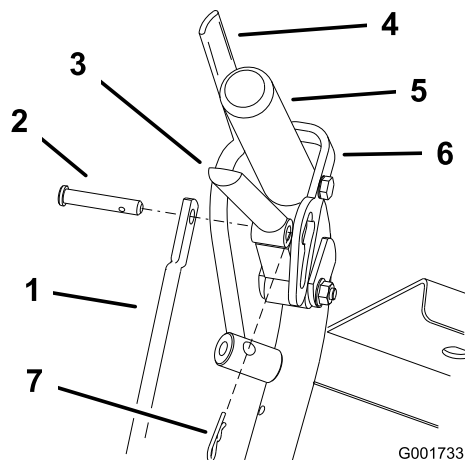

**Figure 15**
1. Après avoir réglé la hauteur de coupe, vérifiez que les galets anti-scalp procurent une garde au sol minimale de 10 mm (3/8 pouce) (Figure 14, Figure 15, Figure 16).
2. Si un réglage est nécessaire, retirez le boulon, les rondelles et l'écrou (Figure 14, Figure 15, Figure 16).
3. Choisissez le trou requis pour que les galets anti-scalp soient à 10 mm (3/8 pouce) ou plus du sol (Figure 14, Figure 15, Figure 16).
4. Remettez le boulon et l'écrou (Figure 14, Figure 15, Figure 16).